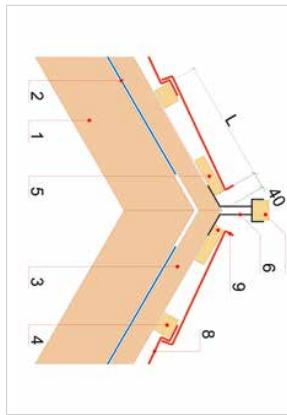

Рисунок 20
**5.5.4** При монтаже верхних неполноразмерных панелей измеряется расстояние (1) от нижнего края нижнего бруска до верхнего края верхнего бруска шаговой обрешетки (линия стыка) (Рисунок 20). К этому расстоянию добавляется 20 мм (пнина резка). Панели подгибаются и режутся, далее крепятся к нижнему и верхнему брускам шаговой обрешетки.